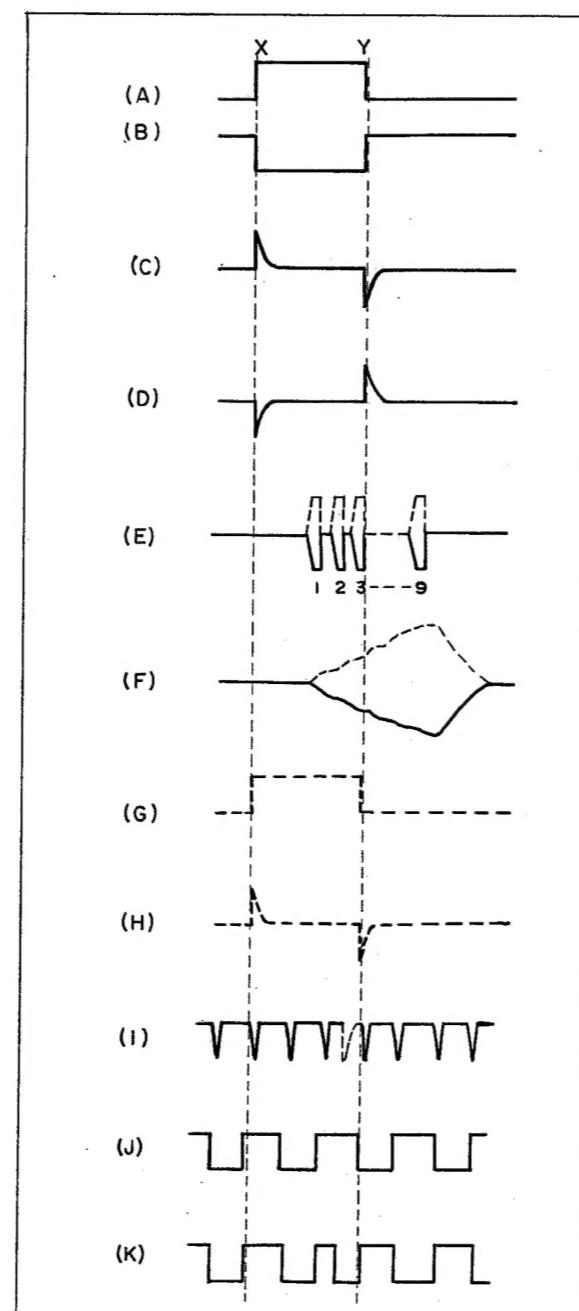
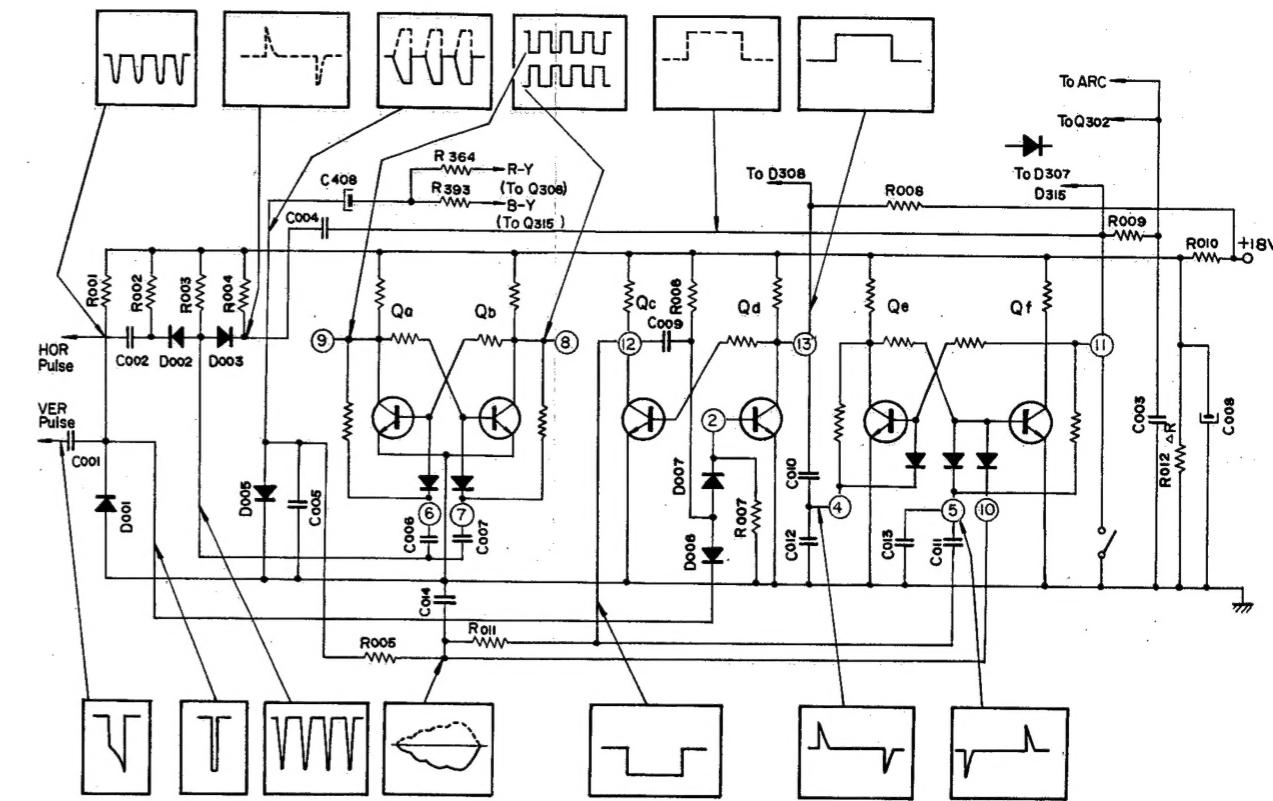

Fig. 1-3.
Fig. 1-4.
- une bascule commandant les diodes de blocage (killer) des circuits couleur (voir figure 1-4).
L'impulsion de balayage horizontal, issue de HOT, est mise en forme par la capacité C002, la résistance R002 et la diode D002, et est transmise aux bases des transistors Qa et Qb; aux collecteurs (8) et (9) des transistors Qa et Qb, on obtient alors les impulsions de commutation telles qu'elles figurent figure 1-3 (J), et qui sont destinées aux diodes de commutation D305, D306, D313 et D314. Les impulsions de commutation fournissent donc le signal couleur directe et le signal couleur retardé de 1-H aux discriminateurs R-Y et B-Y par ordre correct.
IC component employed for the colour-identification circuit is consisting of three circuits; flip-flop circuit for operating switching diodes, delay multivibrator circuit for vertical pulse shaper and flip-flop circuit for operating colour killer diodes. (Refer to Fig. 1-4.)
The horizontal pulse from HOT is waveshaped by C002, R002 and D002, and is supplied to the bases of Qa and Qb. At the collectors (8) and (9) of Qa and Qb, the switching pulses shown in Fig. 1-3 (J) appear, and are supplied to the switching diodes D305, D306, D313 and D314 respectively. Thus the switching pulses supply the direct colour signal and the 1-H delayed colour signal to each R-Y and B-Y discriminator in right order.
Le circuit du multivibrateur de retard est déclenché par le front de l'impulsion verticale, provenant du VOT, qui est mis en forme par la capacité C001 et la diode D001. On obtient aux points (12) et (13) l'impulsion retardée par la constante de temps engendrée par la capacité C009 et la résistance R006, dont la forme est représentée en figures 1-3(B) et 1-3(A). Ces impulsions sont transmises aux bases des transistors Qe et Qf comme impulsion de porte après différentiation; l'impulsion positive (voir figure 1-3(A)) est fournie au collecteur du transistor Q307 (ACC-2) par l'intermédiaire de la diode D308. Celle-ci commande l'ampli chrominance de manière qu'il ne coupe pas les signaux d'identification de couleur, lorsque le potentiomètre de réglage de couleur est actionné contre le sens des aiguilles d'une montre. La largeur de l'impulsion est déterminée de telle façon que le circuit de chrominance n'agit que durant les intervalles de suppression de balayage vertical, et la durée de la descente de l'impulsion doit être finie lorsque le signal d'identification de couleur est délivré à la base.
Delay multivibrator circuit is triggered by the leading edge of the vertical pulse from VOT which is waveshaped by C001 and D001. At terminals (12) and (13), the pulse delayed by the time constant that is the product of C009 and R006 is obtained as shown in Figs. 1-3 (A) and 1-3 (B). These pulses are supplied to the bases of Qe and Qf as a gate pulse after differentiation, and positive pulse in Fig. 1-3 (A) is also supplied to the collector of Q307 (ACC-2) through D308. It operates the chroma amplifier not to cut off colour-identification signal, when the colour control is turned counterclockwise. The pulse width is determined so that the chroma circuit is operated during only the vertical blanking interval, and the decay time of the pulse should be finished while the colour-identification signal is supplied to the base.
When the negative pulse is supplied to the cathode of D006, D006 conducts and the base voltage of Qd is lowered. Qd is cut off and high collector voltage is obtained. Qc is turned ON, and C009 is charged through R006. Thus the base voltage of Qd rises slowly by the time constant of R006 and C009, and then Qd is turned ON. Thus the pulse, whose width is determined by the time constant of R009 and C009, is obtained at terminals (12) and (13) as illustrated in Fig. 1-4. These pulses are differentiated and supplied to the bases of Qe and Qf respectively to turn ON or OFF the killer diodes. Transistor Qe turns ON, only when the negative pulse is supplied to the base of Qf. Pulses at terminals (12) and (13) are the same in their rise times and have opposite polarities. Therefore, the negative differentiated pulses at terminals (4) and (5) have some time
Le circuit du multivibrateur de retard est déclenché par le front de l'impulsion verticale, provenant du VOT, qui est mis en forme par la capacité C001 et la diode D001. On obtient aux points (12) et (13) l'impulsion retardée par la constante de temps engendrée par la capacité C009 et la résistance R006, dont la forme est représentée en figures 1-3(B) et 1-3(A). Ces impulsions sont transmises aux bases des transistors Qe et Qf comme impulsion de porte après différentiation; l'impulsion positive (voir figure 1-3(A)) est fournie au collecteur du transistor Q307 (ACC-2) par l'intermédiaire de la diode D308. Celle-ci commande l'ampli chrominance de manière qu'il ne coupe pas les signaux d'identification de couleur, lorsque le potentiomètre de réglage de couleur est actionné contre le sens des aiguilles d'une montre. La largeur de l'impulsion est déterminée de telle façon que le circuit de chrominance n'agit que durant les intervalles de suppression de balayage vertical, et la durée de la descente de l'impulsion doit être fine lorsque le signal d'identification de couleur est délivrée à la base.
Lorsqu'une impulsion négative apparaît aux bornes de la diode D006, elle est en fonction, et la tension de la base du transistor Qd diminue. Qd est coupé et l'on obtient une tension du collecteur élevée. Qc est mis en conduction et la capacité C009 se charge à travers la résistance R006. La tension de la base du transistor Qd augmente lentement en fonction de la constante de temps déterminée par la résistance R006 et la capacité C009 et Qd devient conducteur. L'impulsion (dont la largeur est déterminée par la constante de temps fournie par la résistance R009 et la capacité C009) est obtenue aux points (12) et (13) ainsi que le montre la figure 1-4. Ces impulsions sont différencierées et transmises aux bases des transistors Qe et Qf pour allumer ou couper les diodes de blocage. Le transistor Qe ne devient conductif uniquement que lorsqu'on applique une impulsion négative à la base du transistor Qf. Les impulsions délivrées aux points (13) et (12) ont les mêmes temps de montée et sont de phase inversée (polarité inversée).
Donc, les impulsions négatives différencierées fournies aux points (4) et (5) peuvent présenter parfois quelques différences en temps. Les impulsions différentielles négatives produites au point X (figure 1-3) sont d'abord délivrées au point (5) et le transistor Qf est coupé. La tension au point (11) augmente. Etant donné que le point (11) est relié aux circuits de blocage de couleurs et à la base du transistor Q302, les diodes de blocage de couleurs (diodes killer) sont coupées et le signal de chrominance est délivré à l'amplificateur de chrominance. Ceci est réalisé durant l'intervalle de suppression du faisceau de balayage vertical, l'image de chrominance n'apparaît pas sur l'écran. Ensuite l'impulsion négative produite au point Y est délivrée au point (4), le transistor Qe est coupé et le transistor Qf est allumé. La tension en (11) décroît jusqu'à près de 0volt et les diodes de blocage de couleurs sont en fonction. Ainsi seule une image en luminosité apparaît sur l'écran durant une émission en noir et blanc.
differences. The negative differentiated pulse produced at point X in Fig. 1-3 is first supplied to terminal (5), and Qf is cut off. The voltage at terminal (11) is increased. As the terminal (11) is connected to the colour killer circuit and also the base of Q302, the colour killer diodes are cut off and chrominance signal is supplied to the chroma amp. But this is done in the vertical blanking interval, colour picture does not appear on the screen. Next the negative pulse produced at point Y is supplied to terminal (4), and Qe is cut off and Qf is turned ON. Accordingly the voltage at terminal (11) is decreased to almost 0V, and colour killer diodes conduct. Thus only luminance image appears on the screen in black-and-white broadcasting.
Identification signals shown in Fig. 1-3 (E) are matrixed by R364 and R393, and is integrated by C005, R005 and C014. See Fig. 1-3 (F). It is supplied to terminal (10).
When R-Y and B-Y signals are supplied to each correct discriminator by Qa and Qb, each colour-identification signal is fed into a matrix with correct phase. At the same time the colour-identification signal with solid line as shown in Fig. 1-4 (correct polarity) is fed to terminal (10), the negative pulse produced at point Y is supplied to the base of Qe. Usually Qf turns ON as the collector voltage is decreased, but in this case the base voltage of Qf is forced to be decreased by the G-Y colour-identification signal and Qf is still remained in the cut-off condition. The collector voltage at Qf is not decreased and the colour killer diode does not conduct. Thus normal colour picture can be obtained on the screen.
When the switching diodes are operated by the colour-identification signal with incorrect polarity (positive) as shown by a dotted line in Fig. 1-3 (F), the diode connected to terminal (10) is cut off. When the pulse produced at point Y is supplied to terminal (4), Qf turns ON and the collector voltage of Qf is decreased to almost 0V. The colour killer diodes conduct and luminance image appears on only one field after pulse produced at point Y.
Les signaux d'identification, tels qu'ils se trouvent en figure 1-3(E), sont matricés par les résistances R364 et R393 et intégrés par le système constitué des capacités C005, C014 et de la résistance R005 (voir figure 1-3(F)). Ces signaux sont délivrés au point ⑩. Lorsque les signaux R-Y et B-Y sont fournis à chaque discriminateur correspondant par les transistors Qa et Qb, chaque signal d'identification de couleur est alimenté à une matrice en phase adéquate. En même temps, le signal d'identification de couleur (voir figure 1-4 en trait plein) (polarité correcte) est délivré au point ⑩ et l'impulsion négative dérivée au point Y est fournie à la base du transistor Qe. En général Qf devient conducteur lorsque la tension du collecteur décroît, mais dans notre cas, la tension de la base du transistor Qf doit décroître à cause du signal d'identification de couleur G-Y et le transistor Qf est toujours maintenu dans l'état de blocage. La tension du collecteur du transistor Qf n'est pas diminuée et les diodes de blocage de couleurs (killer) ne fonctionnent pas. On obtient ainsi une image couleur normale sur l'écran.
Lorsque les diodes de commutation sont mises en fonctionnement par les signaux d'identification de couleur en raison d'une polarité non conforme (positive) (voir figure 1-3(F) en ligne pointillée), la diode reliée au point ⑩ est coupée.
Lorsque les impulsions produites au point Y sont délivrées au point ④, le transistor Qf devient conducteur et la tension de son collecteur décroît jusqu'à près de 0 volt. Les diodes de blocage (killer) de couleurs sont rendues conductrices et un seul champ de luminosité apparaît après l'impulsion produite au point Y. En ce cas, l'impulsion du point ⑪ (voir figure 1-3(G)) est différenciée par la capacité C004 et la résistance R004 (voir figure 1-3(H)) et est ajoutée à l'impulsion de déclenchement horizontal par l'intermédiaire de la diode D003. L'impulsion de commutation est soumise à l'inversion de sa phase due à cette impulsion ajoutée de déclenchement (figure 1-3(I)). Les diodes de blocage de couleurs (killer) sont coupées lorsque le signal d'identification de couleur suivant est délivré au point ⑩ et une image couleur peut être obtenue sur l'écran.
In this case the pulse at terminal ⑪ as shown in Fig. 1-3 (G) is differentiated by C004 and R004 as shown in Fig. 1-3 (H), and is added to the horizontal triggering pulse through D003. Thus, the switching pulse is reversed its polarity by this added triggering pulse in Fig. 1-3 (I). Thus the colour killer diodes are turned OFF when next identification signal is supplied to terminal ⑩ and colour picture can be obtained on the screen.